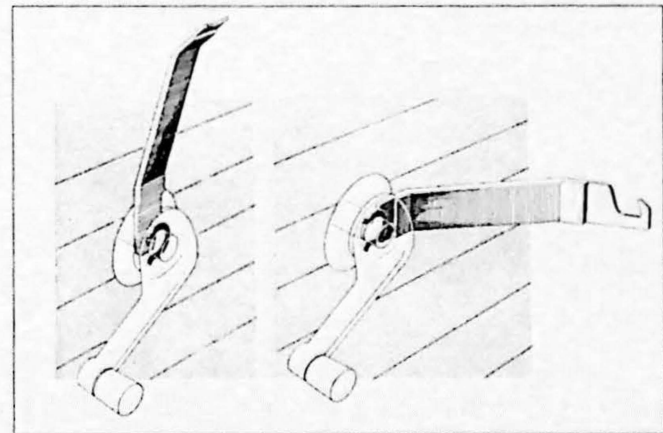

Fig. 15.9. Speciaal gereedschap (SVO 2297) voor het verwijderen van de borgveren.
2. Verwijder de beide hendels. Maak hiervoor een stuk gereedschap zoals afgebeeld in Fig. 15.9. Let op dat de borgveer niet wegspringt!